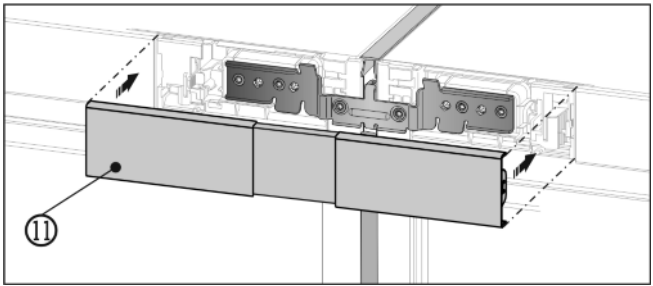

Fig. 15
- ▶ Lukitse ylempi suojuus Fig. 15 (11) kummankin käyttöosan suojuksen vielä avoimeen välitilaan. Varmista, että suojuksen ulkosivut ovat tasoissa käyttöosan suojuksen kanssa.